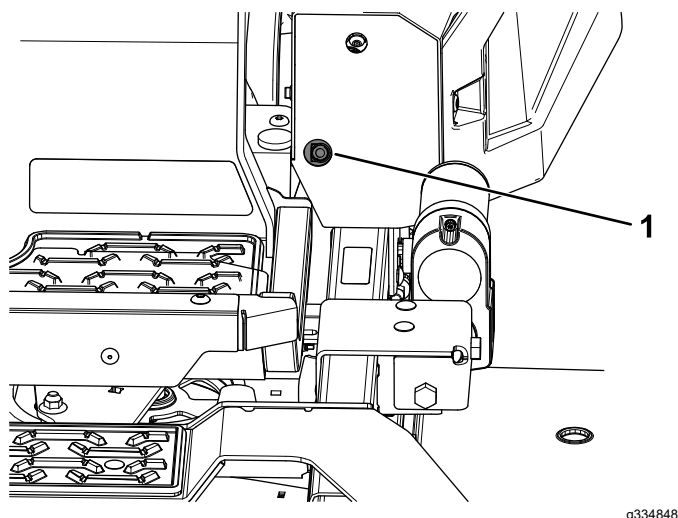
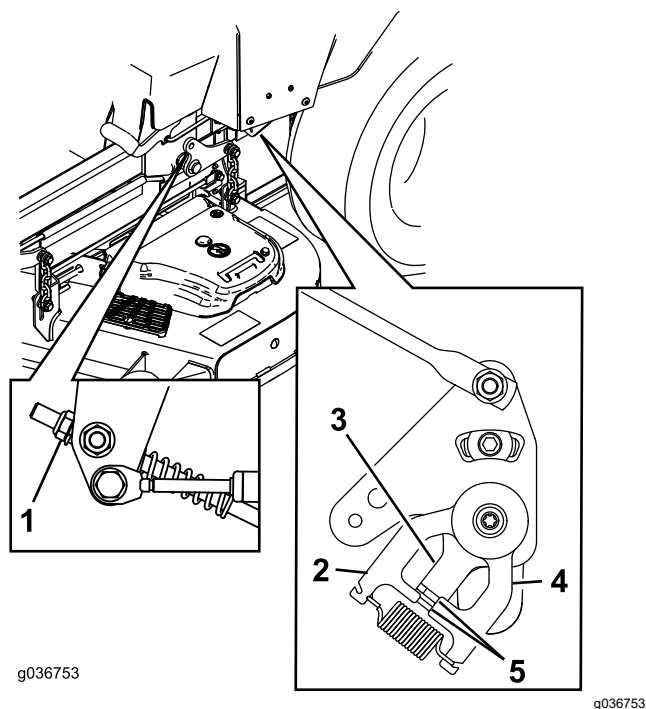

Figura 70
Figura 71
11. Reglai lungimile tijei de control a pompei prin rotirea piuliei în direcția corespunzătoare până când roile încep să se rotească uor în mararier (Figura 70 i Figura 71).